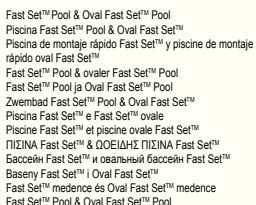

Fig. 13 / Abb. 13 / Kuva. 13 / EIK. 13 / Pvc. 13 / Rys. 13 / 13. Äbra
- For pool equipped with connection valves: remove the debris screen from inside of the pool's outlet valve and screw the hose adapter (P6529) onto the outlet valve. Connect the hose (P6531) to the hose adapter (P6529). (See Fig. 13 and See Fig. 14)
- Para piscinas equipadas com válvulas de ligação: remova a tela de proteção dos refugos de dentro da válvula de saída da piscina e aperte o adaptador da mangueira (P6529) na válvula de saída. Ligue a mangueira (P6531) ao adaptador da mangueira (P6529). (Veja Fig. 13 e Fig. 14)
- Para piscinas equipadas con válvula de conexión: Quite la pantalla de desechos desde dentro de la válvula de salida de la piscina y enrosque el adaptador de la manguera (P6529) en la válvula de salida. Conecte la manguera (P6531) al adaptador de la manguera (P6529). (Vea Fig. 13 y Fig. 14)
- Für Pools mit Anschlussventil-Ausstattung: Entfernen Sie das Schmutzsieb aus dem Pool-Ablassventil und schrauben Sie den Schlauchadapter (P6529) auf das Ablassventil. Schließen Sie den Schlauch (P6531) an den Schlauchadapter (P6529) an. (Siehe Abb. 13 und siehe Abb. 14)
- Voor zwembaden uitgerust met aansluitkleppen: haal het scherm uit de uitlaatklep van het zwembad en schroef de slangadapter (P6529) op de uitlaatklep. Sluit de slang (P6531) aan op de slangadapter (P6529). (Zie Fig. 13 en Zie Fig. 14)
- Per piscine con valvole di connessione: rimuove lo schermo protettivo dalla valvola di uscita della piscina e avvitare l'adattatore per tubo flessibile (P6529) alla valvola. Collegare il tubo flessibile (P6531) al relativo adattatore (P6529) (Vedere Fig. 13 e Fig. 14)
- Pour les piscines équipées de soupapes de connexion: enlevez la grille de protection de l'intérieur de la valve d'évacuation et vissez l'adaptateur (P6529) sur la valve d'évacuation. Fixez le tuyau (P6531) à l'adaptateur (P6529) (Voir Fig. 13 et Fig. 14)
- Для бассейна с соединительным клапаном: выньте сетку от мусора из выходного клапана бассейна и навинтите переходник шланга (P6529) на выходной клапан. Присоедините шланг (P6531) к переходнику шланга (P6529) (См. Рис. 13 и 14)
2. W przypadku basenu wyposażonego w zawory łączące: usuń sitko filtrujące z zaworu sphywowego basenu i nakręć złączkę węzła na (P6529) zawór sphywowy. Podłącz węzł (P6531) do złączki węzła (P6529) (Zob. Rys. 13 i Rys. 14)
2. För pooler som är utrustade med kopplingsventiler: avlägsna smutsfiltret från insidan av poolens utmatningsventil och skruva fast slangadaptern (P6529) till utmatningsventilen. Koppla slangen (P6531) till slangadaptern (P6529) (Se Fig. 13 och Fig. 14).